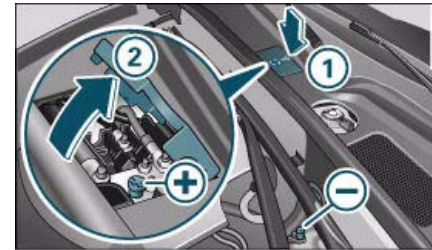

Fig. 214 Compartimento del motor: Conexiones para cargador y cable de ayuda de arranque
- Retire la cubierta ① presionando la flecha ⇒ fig. 214.
- Abra la cubierta ② en el polo positivo.